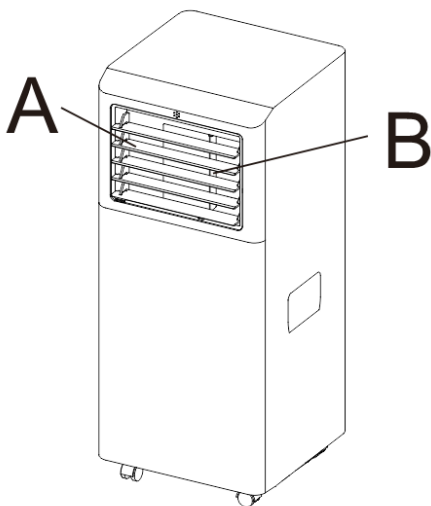

Abbildung 16
Bewegen Sie den horizontale Luftleitlamelle (A) nach oben oder unten, um die gewünschte Position einzustellen (Abbildung 16)
Bewegen Sie den vertikale Luftleitlamelle (B) nach links oder rechts um die gewünschte Position einzustellen (Abbildung 16)